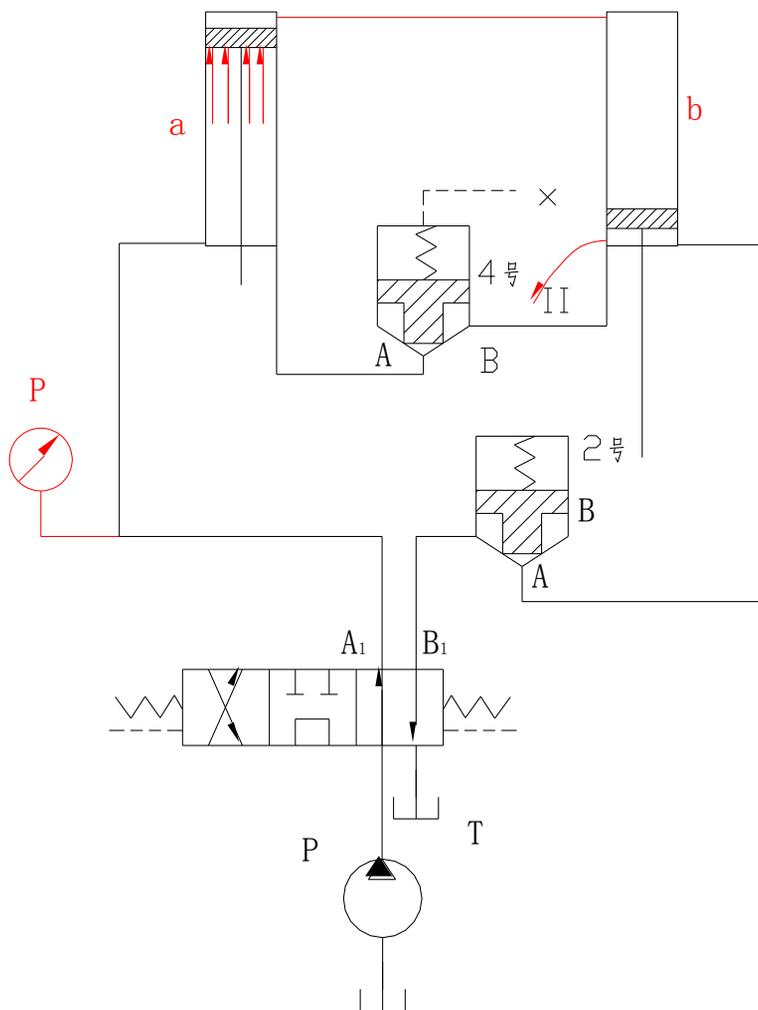

图 1-10-6
5、采用 1~4 同样步骤换边检测 b 看 II 的流油情况。(参见图 1-10-6) 如果 II 处有